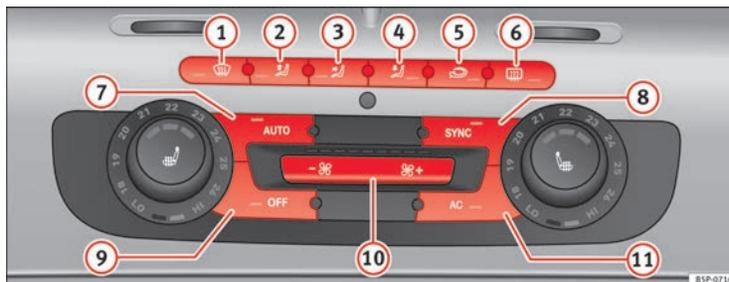

Fig. 134 Mandos del 2C-Climatronic en el tablero de instrumentos.
- Para activar el modo manual pulse una de las teclas ⇒ fig. 134 ① al ⑤, o pulse las teclas de la turbina ⑩. La función seleccionada aparecerá en el display de la radio o del navegador.
- Pulse la tecla  ⇒ **fig. 134 ②** para conectar o desconectar la recirculación de aire. Está conectada si en el display aparece el símbolo .